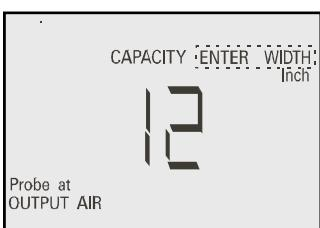

Figura 13
**5.5.3** En este paso “Enter Width” (entrar ancho) estará parpadeando. (Figura 13)